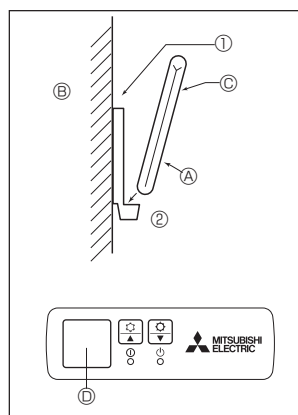
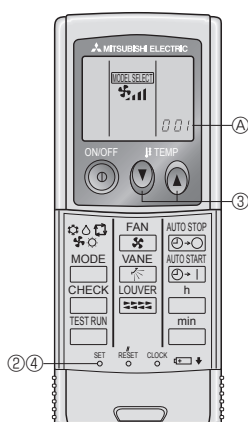

Fig. 6-5
Fig. 6-6
2) Metodo di installazione (Fig. 6-5)
- ① Attaccare il supporto del comando a distanza nel punto desiderato usando due viti autofilettanti.
- ② Inserire l'estremità inferiore del comando a distanza nel supporto.
3) Impostazioni (Fig. 6-6)
- ① Inserire le batterie.
- ② Premere il pulsante SET un po' appuntito sull'estremità. Lampeggia **MODEL SELECT** (scegliere modello) e si accende il N° del modello.
- ③ Premere il pulsante temp **Ⓢ** **Ⓢ** per impostare il N° del modello. Se si sbaglia l'operazione, premere il tasto ON/OFF **Ⓢ** ed eseguire di nuovo la procedura dal punto ②.
- ④ Premere il pulsante SET un po' appuntito sull'estremità. **MODEL SELECT** e il N° del modello si accendono per tre secondi quindi si spengono.